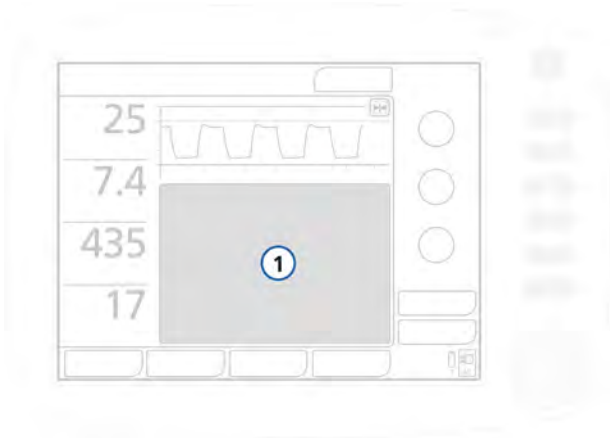

Figura 6-4. Visualización de la ventana Gráficos (1)
1. Toque en cualquier parte de la zona de gráficos de la pantalla para abrir la ventana Gráficos. Consulte **(1)** en la figura 6-4.